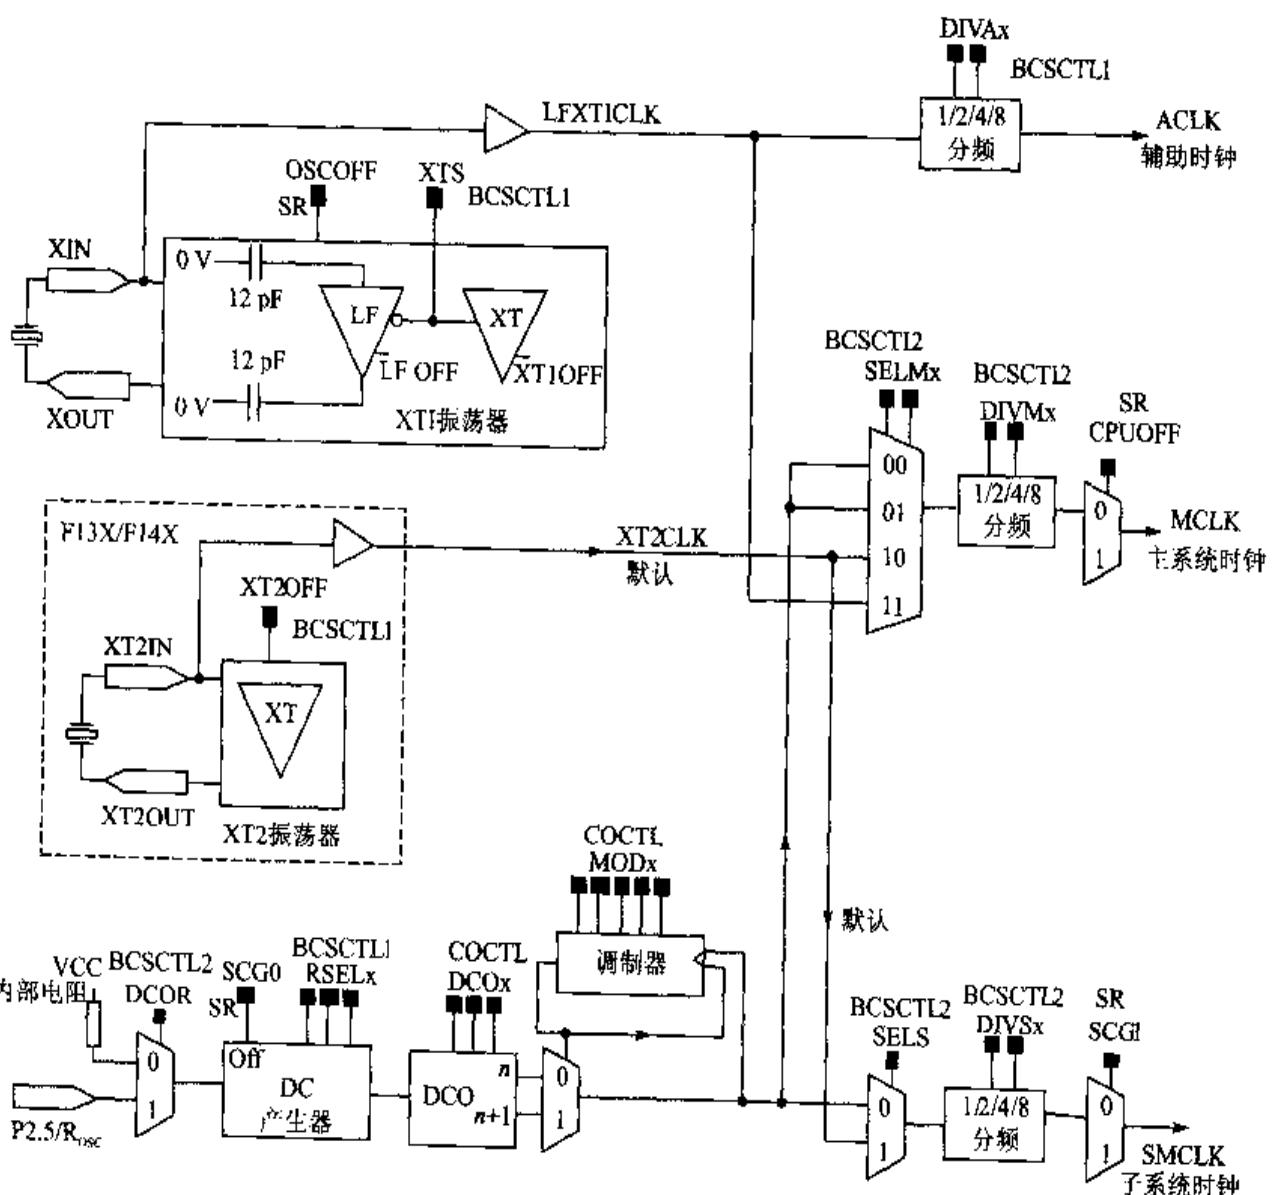

图 2.18 MSP430 单片机的时钟模块结构图
MSP430F149 单片机的时钟模块结构如图 2.18 所示。MSP430F149 单片机的基础时钟主要是由低频晶体振荡器 LFXT1、高频晶体振荡器 LFXT2 及数字控制振荡器 DCO 组成。
(1) LFXT1CLK：低频/高频时钟源。可以外接 32 768 Hz 的时钟芯片或频率为 450 kHz~8 MHz 的标准晶体或共振器。
(2) XT2CLK：高频时钟源。需要外接两个振荡电容器。可以外接频率为 450 kHz~8 MHz 的标准晶体、共振器和外部时钟输入。较常用的晶体振荡器是 8 MHz 的。
(3) DCOCLK：内部数字可控制的 RC 振荡器。MSP430 单片机时钟模块提供 3 个时钟信号以供给片内各部电路使用，这 3 个时钟信号分别是：
① ACLK：辅助时钟信号。从图 2.18 中可以看出，ACLK 是从 LFXT1CLK 信号由 1/2/4/8 分频器分频后所得到的。由 BCSCTL1 寄存器设置 DIVA 相应位来决定分频因子。ACLK 可提供给 CPU 外围功能模块作时钟信号使用。
② MCLK：主时钟信号。从图 2.18 中可以看出，MCLK 是由 3 个时钟源所提供的。它们分别是：LFXT1CLK、XT2CLK 和 DCO 时钟源信号。MCLK 主要用于 MCU 和相关系统模块作时钟。同样可设置相关寄存器来决定分频因子及相关的设置。
③ SMCLK：子系统时钟。从图 2.18 中可以看出，SMCLK 由 2 个时钟源信号提供，它们分别是 XT2CLK 和 DCO。如果是 F11 或 F11X1 系列单片机，则由 LFXT1CLK 代替